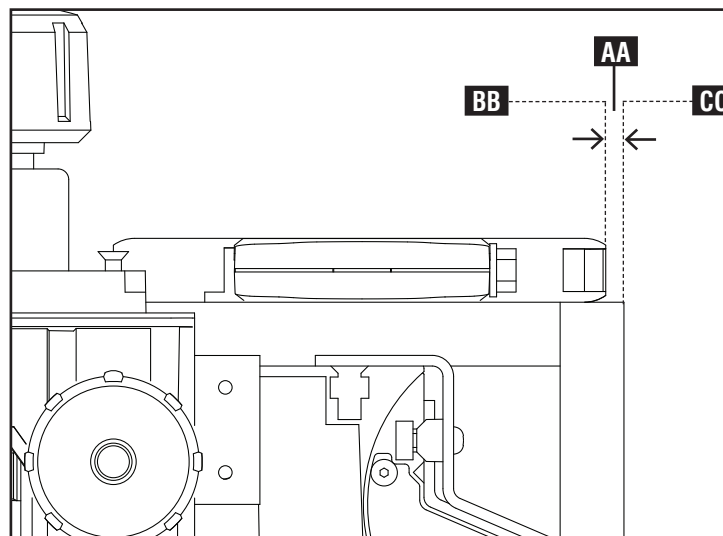

Fig. E24
NOTA: En la Fig. E24, (BB) es el borde delantero de los encastrés y (CC) es el borde delantero de la tabla vertical.
PARA REALIZAR EL AJUSTE: Afloje la tuerca de seguridad (Y) Fig. E25 y gire el tornillo (Z) en sentido de las agujas del reloj para mover la plantilla hacia adelante y ajustar el espacio (AA) Fig. E24.
PARA REALIZAR EL AJUSTE: Afloje la tuerca de seguridad (Y) Fig. E25 y gire el tornillo (Z) en sentido contrario de las agujas del reloj para mover la plantilla hacia atrás y ajustar el espacio (AA) Fig. E24.